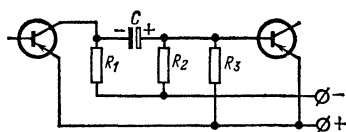

Рис. 91. Схема резистивно-емкостной связи.
**Л.** — Если смешанные схемы вызывают у тебя отвращение, то перейдем к усилителю на резисторах и конденсаторах, схема которого показана вот на этом рисунке (рис. 91).
Рис. 92. Та же схема, что и на рис. 91, но изображенная так, чтобы нагляднее показать делитель напряжения, состоящий из конденсатора связи  $C$  и параллельно соединенных резисторов  $R_2$ ,  $R_3$  и  $R_{вх}$ .